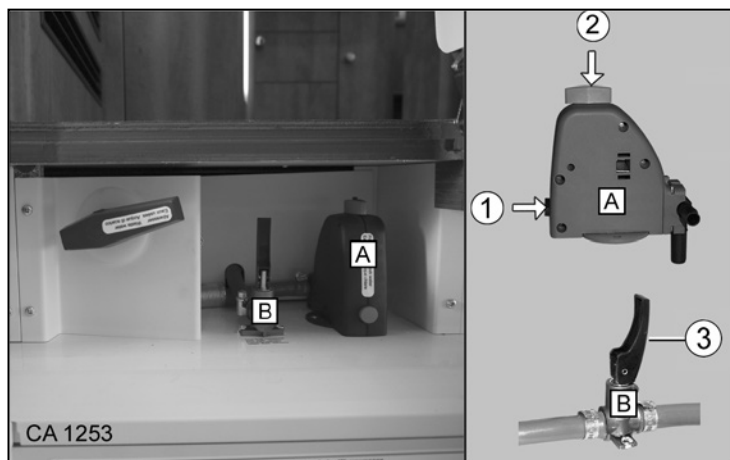

Fig. 146 Robinet de vidange (A) Chauffe-eau/robinet de vidange (B) Circuit hydraulique
- Placer le culbuteur (Fig. 146/3) du robinet de vidange (Fig. 146/B) uniquement horizontalement ou verticalement. Ne pas le tordre ! Le fait de tordre le culbuteur risque d'endommager le robinet de vidange et va le rendre non étanche. En cas de non-respect, la garantie Carthago prend fin.
1. Fermer le robinet de vidange (Fig. 146/A). Appuyer sur le bouton (Fig. 146/1) et verrouiller le bouton rotatif (Fig. 146/2).
2. Fermer le robinet de vidange (Fig. 146/B). Pour cela, placer les culbuteurs (Fig. 146/3) horizontalement.
- Pour l'équipement spécial Chauffage Alde, deux robinets de vidange (Fig. 146/B) sont installés au lieu des robinets de vidange (Fig. 146/A et B). Sur les deux robinets de vidange (Fig. 146/B), placer le culbuteur (Fig. 146/3) horizontalement.